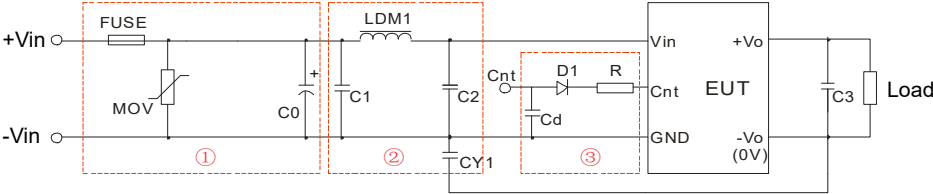

图 3
辐射骚扰	CISPR32/EN55032 CLASS B (推荐电路见图3-②)
脉冲群抗扰度	IEC/EN61000-4-4 ±2KV (推荐电路见图3-①) perf.Criteria B
浪涌抗扰度	IEC/EN61000-4-5 line to line ±2KV (推荐电路见图3-①) perf.Criteria B
- ①图3中第①部分用于EMS测试；第②部分用于EMI滤波，可依据需求选择；
- ②Vc为Ctrl端相对于输入地GND的电压，Vd为D1的正向导通压降，Ic为流入Ctrl端的电流，一般取5-10mA，Cnt端外围电路如图3-③；
- ③若图中元器件无附其参数说明，则此型号外围中不需要这个元器件。